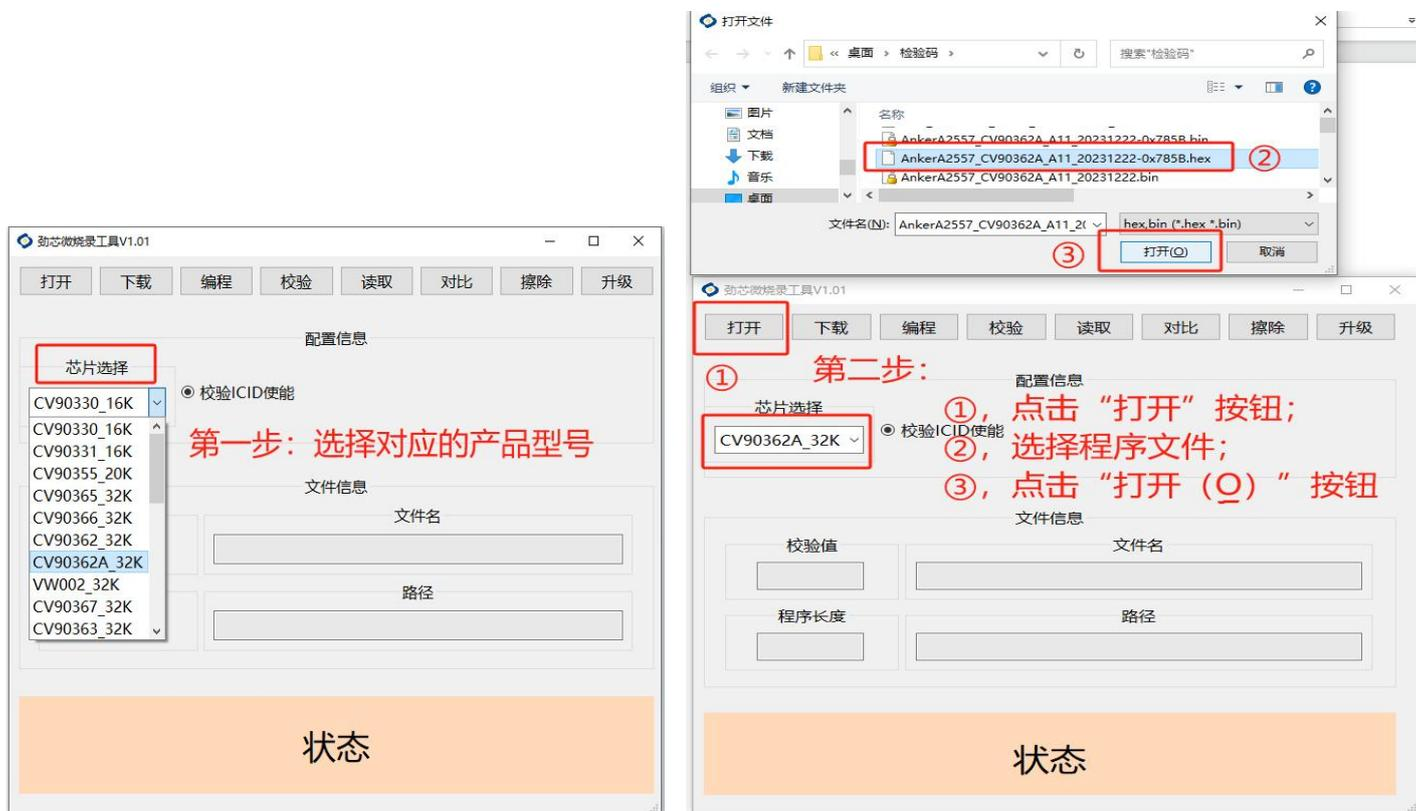

图 6
5.1.2 在劲芯微烧录工具文件夹中，双击“劲芯微烧录工具.exe”启动软件，选择对应产品的型号，点击“打开”按钮，选择需要使用的程序文件，如图 6 所示：